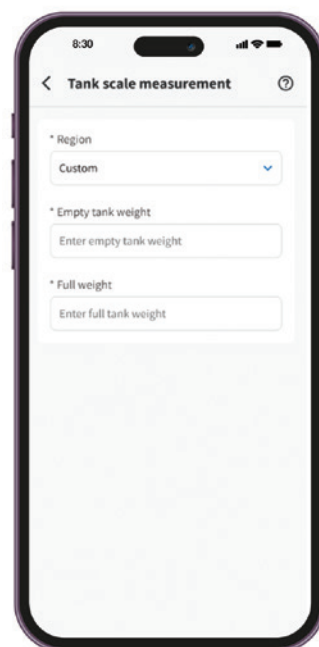

Fig 13
- » **Aangepaste tank (optioneel):** Voer het gewicht van een lege en volle tank in voor nauwkeurige monitoring (**Fig 13**).